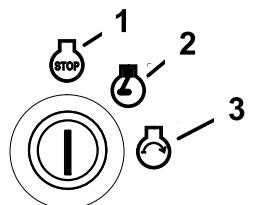

Figura 15
6. Gire la llave de contacto a la posición de Arranque. Cuando el motor arranque, suelte la llave (Figura 15).
4. Gire la llave de contacto a la posición de Parada y retire la llave (Figura 15).